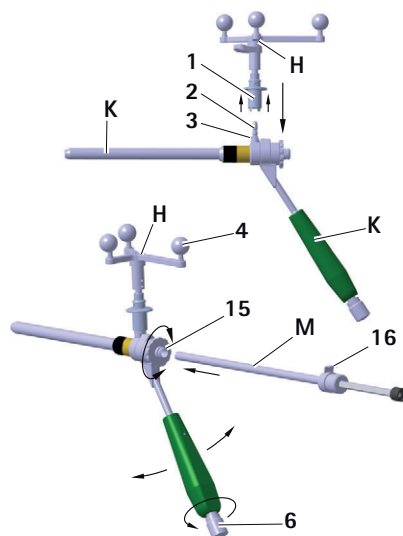

Fig. 13 Montaje de la unidad en estrella Aesculap sobre el casquillo de guía S⁴C; Colocación de la plantilla S⁴C
- ▶ Para asegurarse de que la cámara tiene una visibilidad adecuada sobre los marcadores esféricos reflectantes, aflojar el pomo **6** del mango S⁴C del casquillo de guía de navegación S⁴C **K** y girar la unidad en estrella de Aesculap **H** hasta alcanzar la posición deseada, ver Fig. 13.
- ▶ Introducir el casquillo de broca interior **M** en el casquillo interior **15**. El casquillo de guía interior se enclava en el casquillo interior y se puede girar, ver Fig. 13.